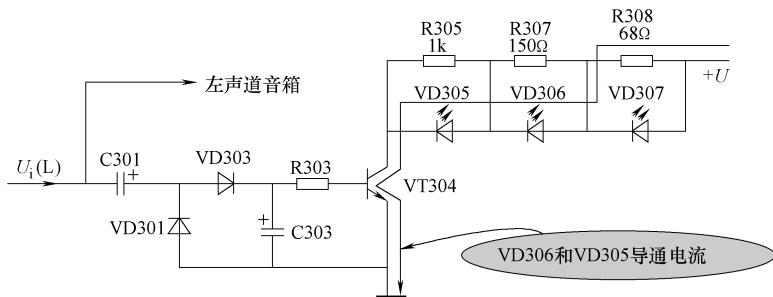

图 9-23 VD306 导通电流回路示意图
3)  $U_i(L)$  信号进一步增大时。 $VT304$  集电极电流增大, 在三只集电极电阻上的压降也增大。当  $R307$  上的压降大到  $VD306$  的开启电压时,  $VD306$  也导通发光指示, 如图 9-23 所示是这一电流回路示意图, 由于这一电流也流过了  $VD305$ , 所以  $VD305$  仍然导通、发光。